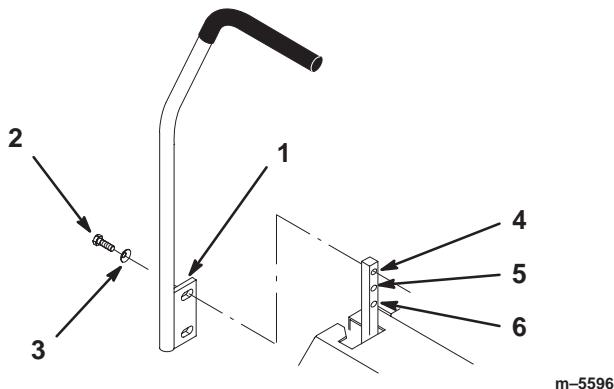

Figure 3
1. Retirez les 4 boulons (3/8 x 1") et 4 rondelles élastiques (3/8") qui fixent les leviers de commande de déplacement aux axes des bras de commande pour l'expédition (Fig. 3).
2. Placez les leviers (plaqué de montage dirigée vers l'arrière) à l'extérieur des axes des bras de commande et fixez-les en place au moyen des 4 boulons (3/8 x 1") et 4 rondelles élastiques (3/8") (Fig. 3).
4. Alignez l'avant et l'arrière des leviers, l'un par rapport à l'autre, en position point mort. Desserrez les fixations et réglez en faisant glisser/en inclinant le(s) levier(s) en avant ou en arrière jusqu'à ce qu'ils soient correctement alignés (Fig. 3).